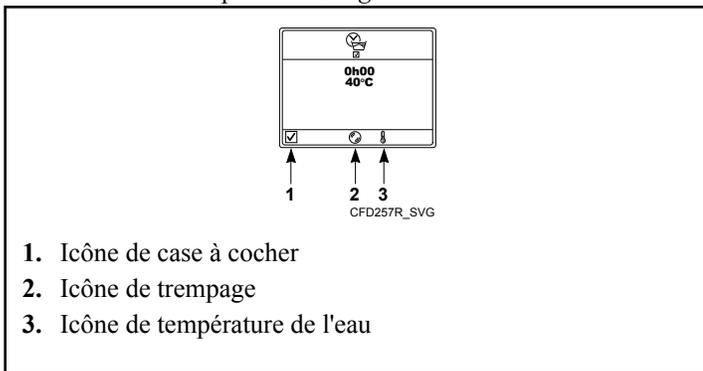
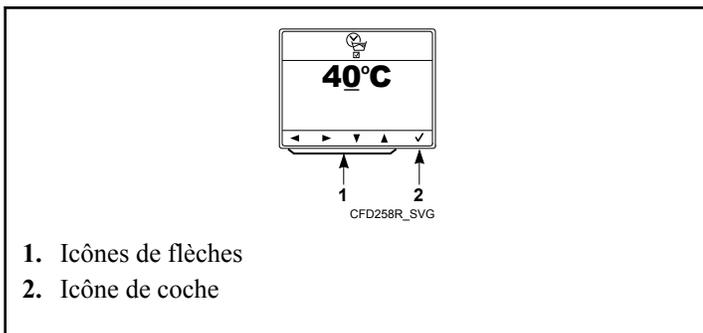

Figure 54
Figure 55
2. Appuyer sur la touche sous l'icône de case à cocher. Se reporter à la *Figure 54*. Les icônes de température de l'eau et de durée du trempage s'affichent. Se reporter à la *Figure 54*.
3. La température de l'eau et la durée du trempage peuvent être modifiées. Pour modifier la température de trempage... Appuyer sur la touche sous l'icône de température de l'eau. Se reporter à la *Figure 54*. L'écran de température de l'eau apparaît. Se reporter à la *Figure 55*.
4. Appuyer sur les touches sous les icônes de flèches pour modifier la température de l'eau. Se reporter à la *Figure 55*. Appuyer sur les touches sous les icônes de flèches gauche et droite pour sélectionner un numéro. Appuyer sur les touches sous les icônes de flèches haut et bas pour modifier le numéro sélectionné.
5. Appuyer sur la touche sous l'icône de coche pour confirmer la modification de la température de l'eau. Se reporter à la *Figure 55*.